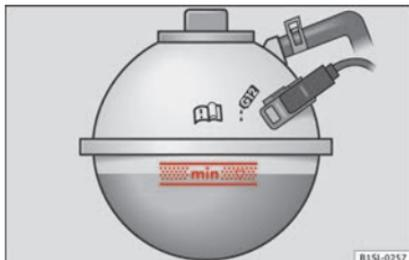

Fig. 170 No compartimento do motor: Marca no reservatório de expansão do líquido de refrigeração.
- Com o motor a frio, verifique o nível do líquido de refrigeração através da marca lateral do depósito de expansão » Fig. 170.
- Para repor utilize apenas líquido de refrigeração **nov**o que cumpra com as especificações da SEAT (» 📖 Página 32) » ❶.
- O nível do líquido de arrefecimento deve encontrar-se dentro das marcas gravadas no depósito de expansão » Fig. 170. **Não exceda o limite superior da zona marcada » ❶.**
• Deve adicionar líquido de refrigeração somente até ao limite superior da zona marcada »» Fig. 170. Caso contrário, ao subir a temperatura, o líquido de refrigeração excedente será expulso devido à pressão do sistema de refrigeração causando deterioração.